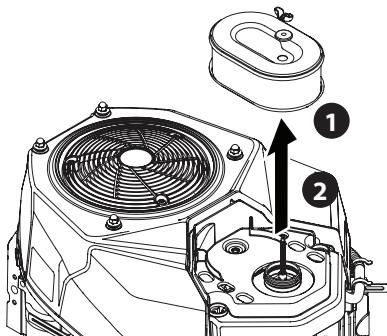

Figura 9
4. Tire hacia arriba y retire el filtro de aire y el sello de base (Figura 9).